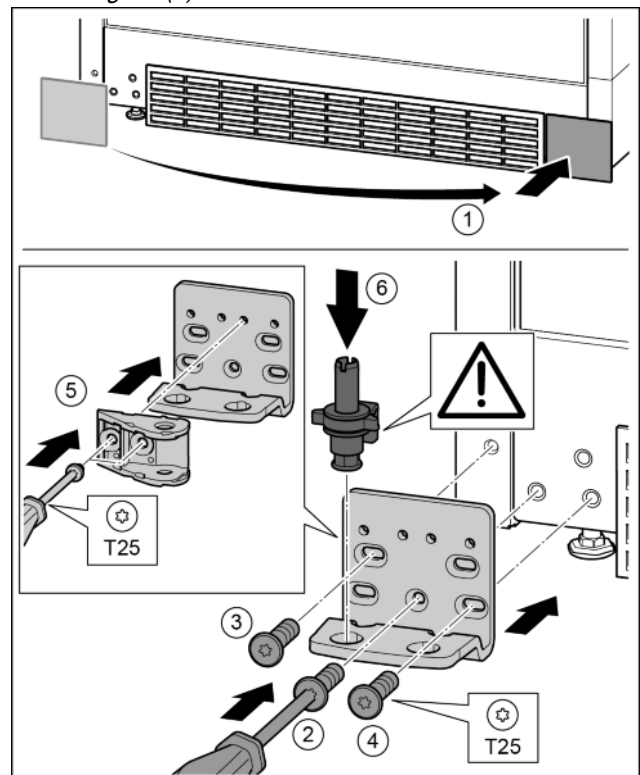

Fig. 28
- ▶ Снять крышку и поставить с другой стороны. Fig. 28 (1)
- ▶ Установить опорный кронштейн с другой стороны и прикрутить с помощью отвертки T25. Начинать с винта 2 в центре. *Fig. 28 (2)*
- ▶ Затянуть винты 3 и 4. *Fig. 28 (3, 4)*
- ▶ Повернуть навеску двери на 180°. Прикрутить с другой стороны опорного кронштейна с помощью отвертки T25. *Fig. 28 (5)*
- ▶ Снова установить опорный палец в сборе. При этом следить за тем, чтобы выступ фиксатора был направлен назад. *Fig. 28 (6)*